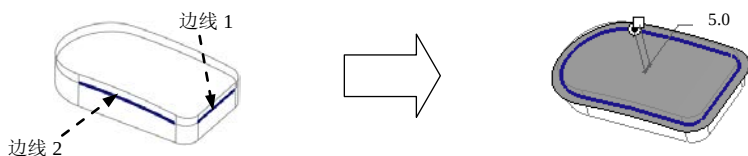

图 6.6.14 将偏距曲面进行延伸
(2) 将偏距曲面进行延伸。
① 选取图 6.6.14 中的边线 1 作为要延伸的边。
② 单击 **模型** 功能选项卡 **编辑** 区域中的 **延伸** 按钮，按住 Shift 键，在图 6.6.14 中选取边线 2，在“延伸距离”文本框中输入数值 5.0；单击“完成”按钮。